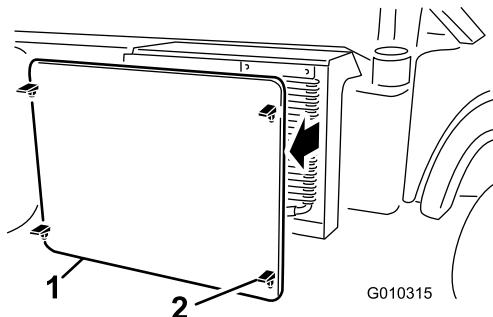

Figure 50
5. Déverrouillez et enlevez l'écran devant le radiateur (Figure 50).